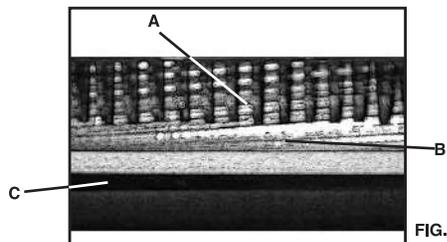

FIG.9
Su máquina viene equipada con un rodillo dentado espiral de entrada (B) Fig.9, y un rodillo de salida recubierto de hule. (C) figura 9.